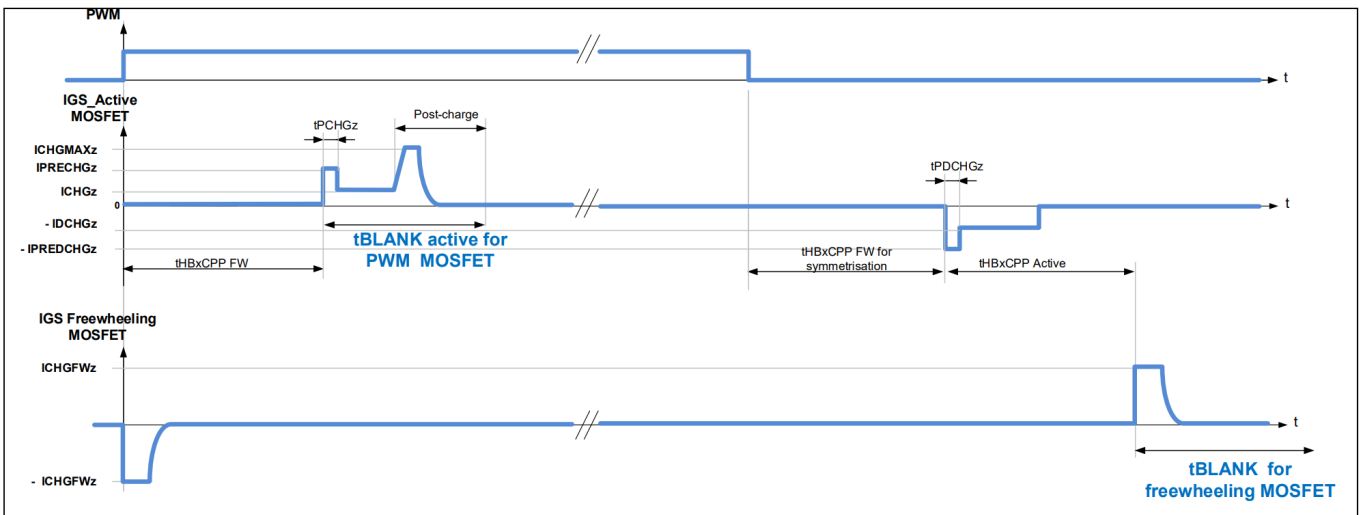
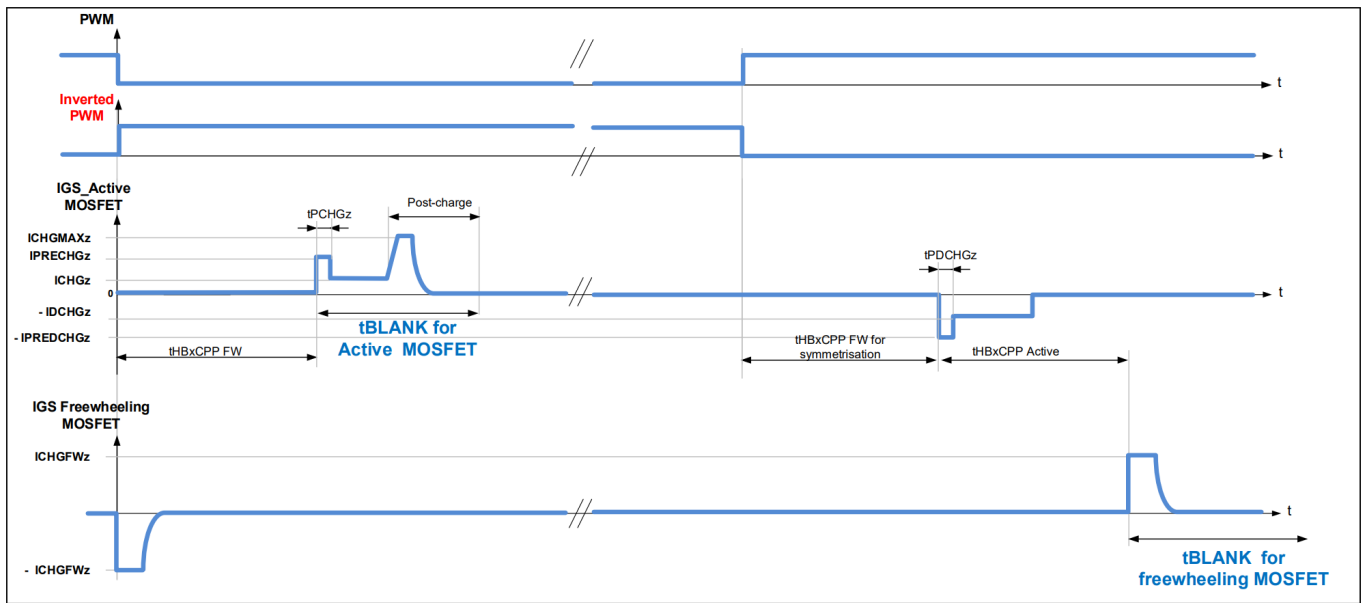

图 34 PWM工作模式中半桥的空白时间, 检测发电机模式启用的 (EN_GEN_CHECK = 1), 电机作为负载运行
图 35 PWM工作模式中半桥的空白时间，检测发电机模式启用的 (EN_GEN_CHECK = 1)，电机作为发电机运行
- 主动MOSFET的空白时间从FW MOSFET的交叉电流保护时间 (tHBxCCP FW) 结束后开始。参见图34和图35。
- FW MOSFET的空白时间在主动 MOSFET关闭时的交叉电流保护时间结束后开始 (tHBxCCP Active)。参见图34和图35。